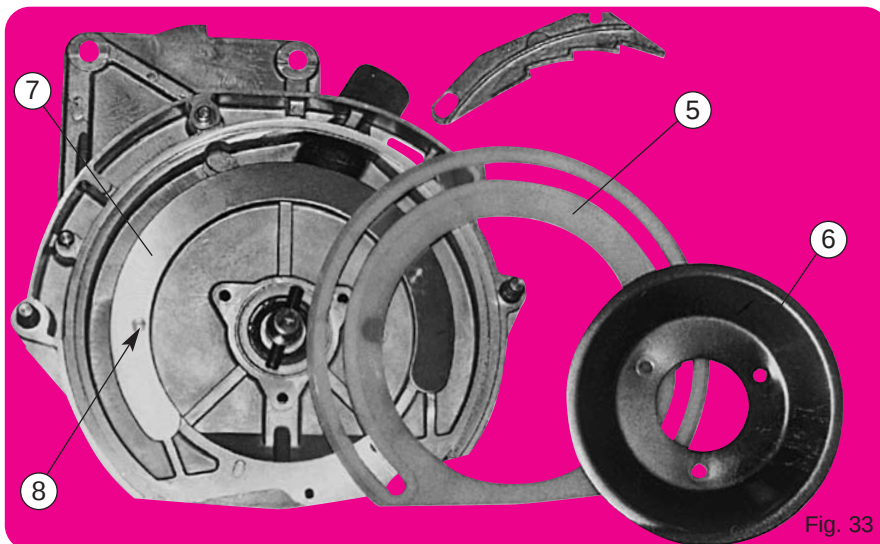

Fig. 33
La couronne plastique de frottement (5) sur laquelle tourne le disque doit être plane et en bon état. A titre indicatif, en conditions normales d'utilisation, son remplacement ne devrait être nécessaire qu'après 500 à 1000 ha. Maintenu extérieurement dans une gorge et bloquée par la cuvette (6) et ses 3 boulons, la nouvelle couronne devra être positionnée avec attention en prenant soin à ce que les crans du secteur d'appui (7) (fig. 33) et de la couronne soient bien en place dans leur logement.
The wear gasket is positioned externally in a groove and held by the cup. (6) Its 3 bolts should be positioned with care making sure that the stub (fig. 33) of the wear gasket is properly positioned in the hole of the housing.
Der neue Kranz ist äußerlich in einer Rille befestigt und durch die Schale (6) und durch 3 Schrauben befestigt. Dabei ist darauf zu achten, daß die Raster des Stützringes (Abb. 33) und des Kranzes richtig in ihrem entsprechen Sitz eingelegt sind.
Прокладка расположена во внешнем пазу и удерживается колпаком (6). Перед закручиванием трех болтов колпака убедитесь, что направляющая прокладки (рис. 33) расположена должным образом в отверстия корпуса.